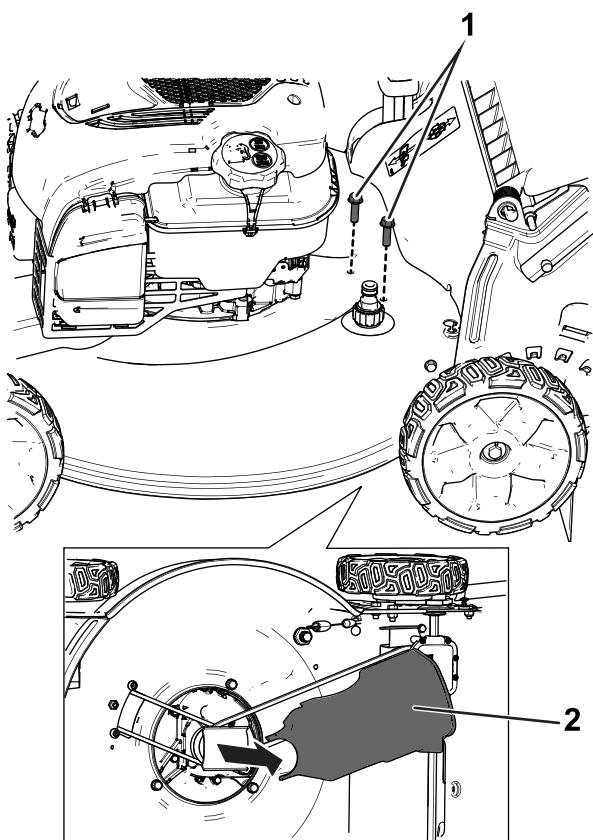

図 3
7. 後下ベルトカバーを止めているボルトを外し、カバーとボルトを外して保管する図 3。